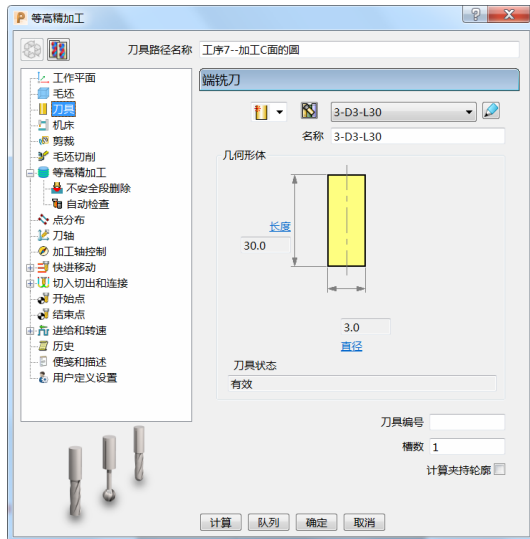

图 5-49
- 3) 刀具：选择“ $\phi 3$ 立铣刀”，伸出 30mm 即可。（图 5-49）